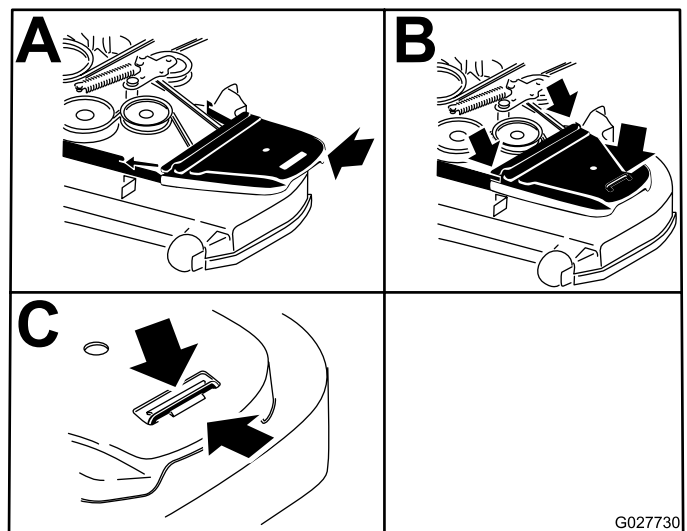

Figure 75
- Posez les protège-courroies (Figure 75).